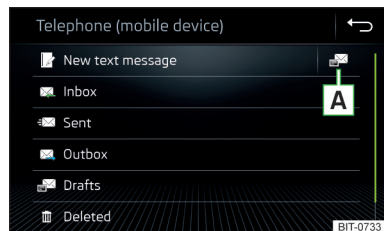

Fig. 144
▶ În meniul principal *Telefon*, acționați suprafața de comandă funcții ; se afișează un meniu pentru mesaje » fig. 144.
- ▶ În meniul principal al mesajelor text, apăsați suprafața de comandă funcții  » fig. 144 la pagina 133.